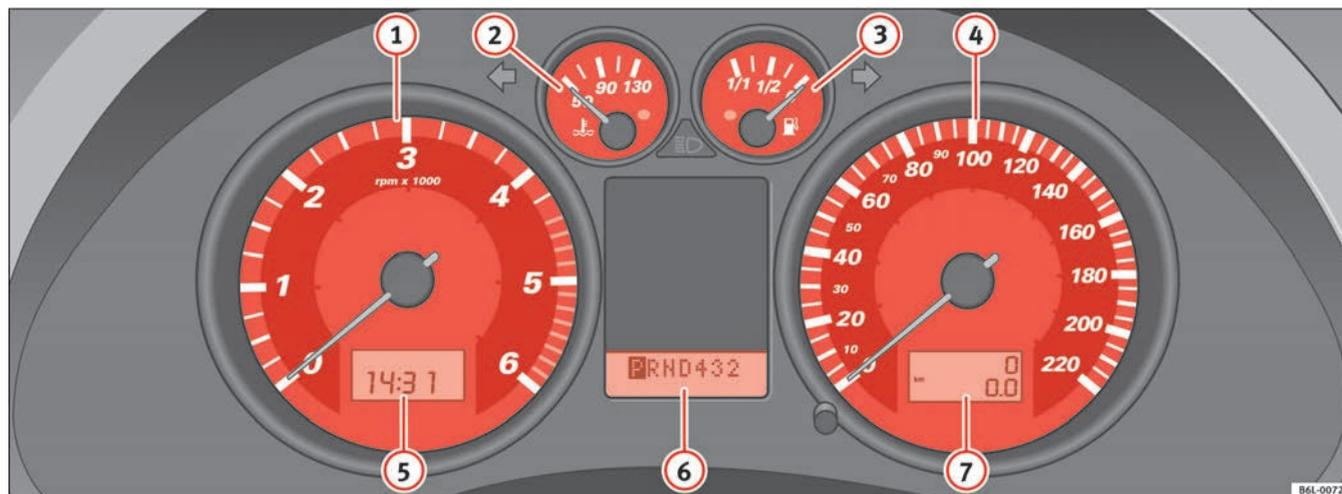

Fig. 32 Détail du tableau de bord : combiné d'instruments
Le début de la zone rouge du compte-tours ⇒ page 58, fig. 32 ① représente, pour chaque vitesse, le régime maximal autorisé du moteur à sa température normale de fonctionnement. Il est recommandé d'engager la vitesse immédiatement supérieure, d'enclencher le levier sélecteur en position D ou de lever le pied de l'accélérateur avant que l'aiguille n'atteigne cette zone.
- Pour régler les heures, tournez le bouton de réglage ⇒ page 58, fig. 32  vers la gauche jusqu'en butée. Tournez brièvement le bouton de réglage vers la gauche pour faire avancer les heures par pas de une heure.